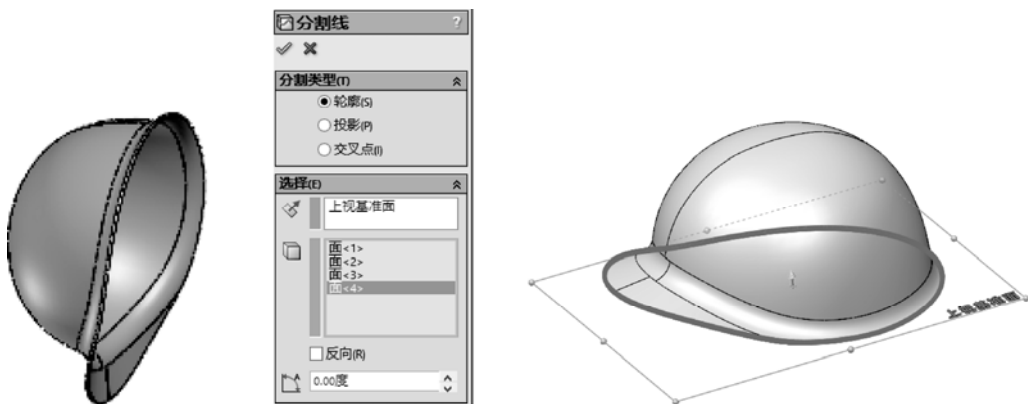

图5-35 模型和创建分割线操作
STEP 1 打开本文提供的素材文件“安全帽分模（素材）.SLDPRT”，如图5-35左图所示，单击“模具工具”工具条的“分割线”按钮，以“轮廓”分割类型，选择“上视基准面”为参照面，选择安全帽边缘的四个面作为被分割的面，执行分割操作，如图5-35右图所示。